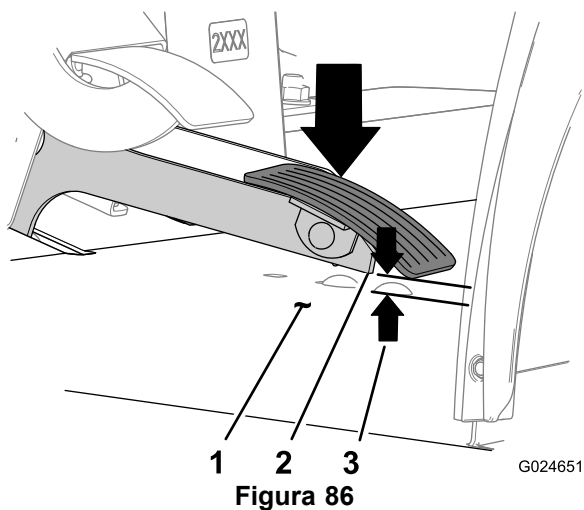

Figura 86
2. Misurate lo spazio che intercorre tra il pedale dell'acceleratore e il pavimento sotto il pedale (Figura 86).
3. Se lo spazio tra il pedale dell'acceleratore e il pavimento (Figura 86) è maggiore o minore di 6,35 mm, procedete come segue tenendo premuta la leva a squadra contro il fermo della minima accelerata (Figura 85):